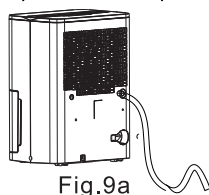
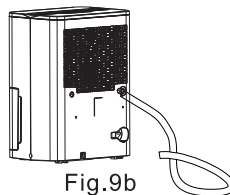

Fig.9a
Fig.9b
- Înclinați furtunul astfel încât apa să curgă lin. Nu instalați furtunul de evacuare așa cum este indicat în Fig. 9a și Fig. 9b.